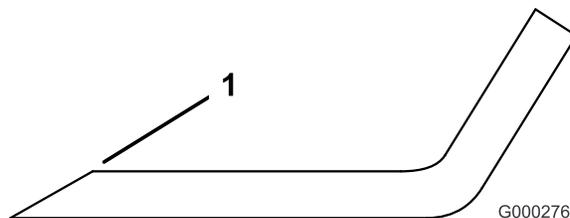

Figure 66
- Au moyen d'une lime, aiguissez les tranchants aux deux extrémités de la lame (Figure 66).